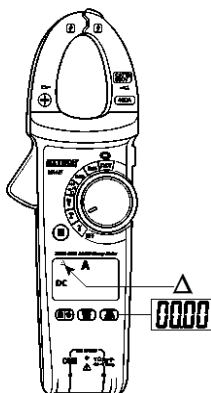

Fig. 3 – Suppression du DCA avant la mesure
3. Supprimez tout magnétisme résiduel en maintenant le bouton **REL ZERO** enfoncé en l'absence de conducteur dans les mâchoires. Voir les figures 3 et 4.